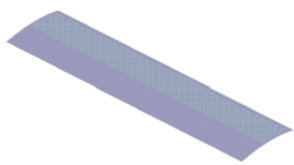
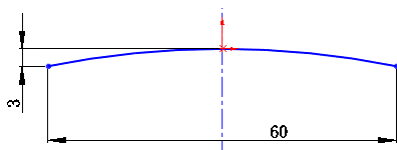

图 5.12.2 曲面-拉伸 1
图 5.12.3 横断面草图
Step2. 创建图 5.12.2 所示的基础特征——曲面-拉伸 1。选择下拉菜单 **插入(I)** → **曲面(S)** → **拉伸曲面(E)...** 命令，系统弹出“拉伸”对话框；选取前视基准面为草图基准面，绘制图 5.12.3 所示的横断面草图，建立相应约束并修改尺寸，然后选择下拉菜单 **插入(I)** → **退出草图** 命令，此时系统弹出“曲面-拉伸”对话框；采用系统默认的拉伸方向，在“曲面-拉伸”对话框 **方向1** 区域的下拉列表中选择 **给定深度** 选项，输入深度值 120.0；在“曲面-拉伸”对话框 **方向2** 区域的下拉列表中选择 **给定深度** 选项，输入深度值 50.0；单击对话框中的 **✓** 按钮，完成曲面-拉伸 1 的创建。